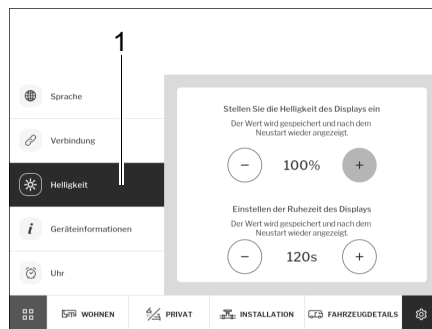

Bild 282 Ljusstyrka
- Klicka på knappen *Ljusstyrka* (Bild 282,1).